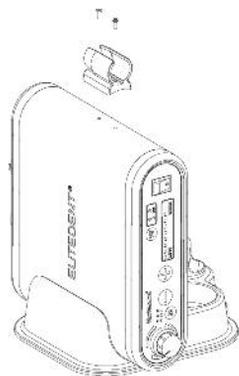

Figura 8.1
- Installare il supporto manipolo sopra il corpo apparecchio fissandolo con 2 viti (figura 8.1).